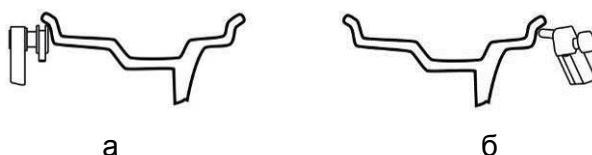

Рисунок 6.21
6.7.2 Измерить диаметр и вылет электромеханической линейкой. Для этого необходимо наконечник линейки подвести к ободу и держать там до звукового сигнала (рисунок 6.21а). Вернуть линейку в исходное положение.